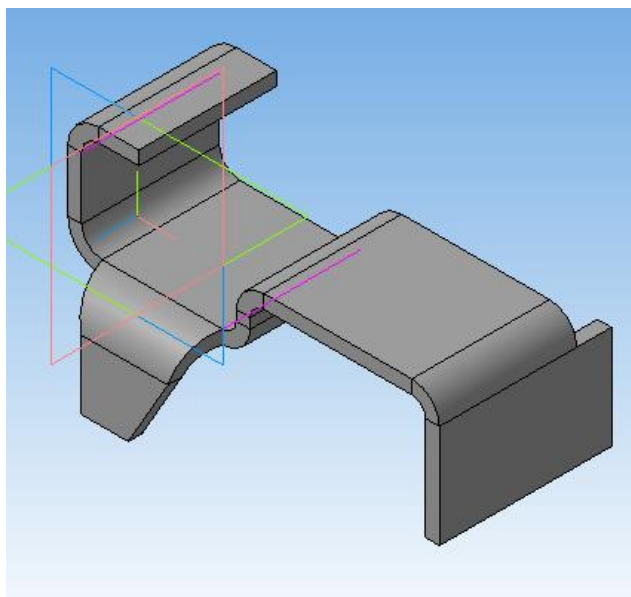

Рисунок 46.
6. Нажать «*Создать объект*», система построит сгиб, направленный вниз и имеющий уклоны боковых сторон слева и справа (рисунок 46).